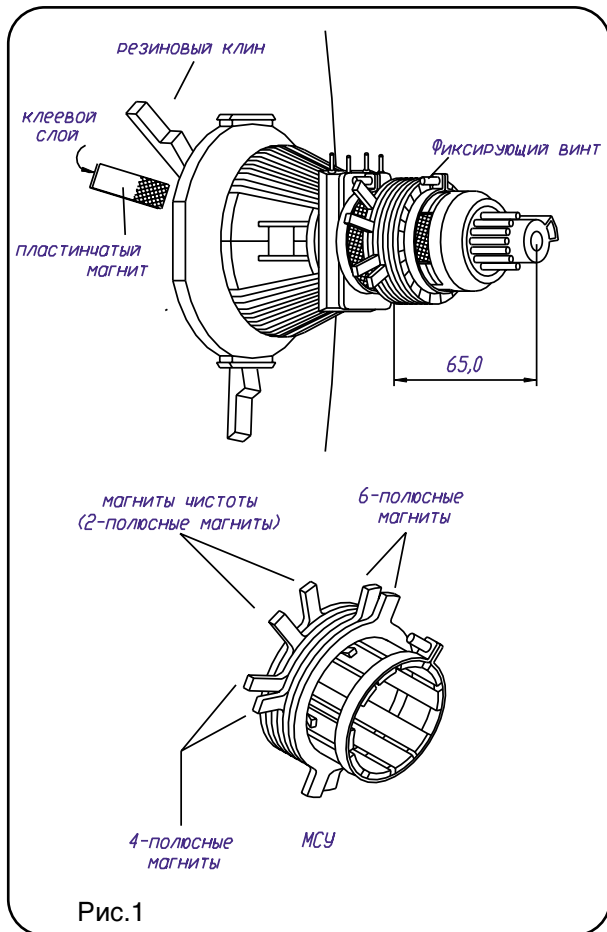

Рис.1
1. Установите отклоняющую систему (ОС) на горловину кинескопа, затем временно зафиксируйте ОС винтом, см. рис.1.
7. Освободите с помощью отвертки фиксирующий винт отклоняющей системы, см. рис.1.
13. Вращая противоположно друг другу планки 4-полюсных магнитов (см рис. 1 и табл.1), свести красные и синие вертикальные ли-